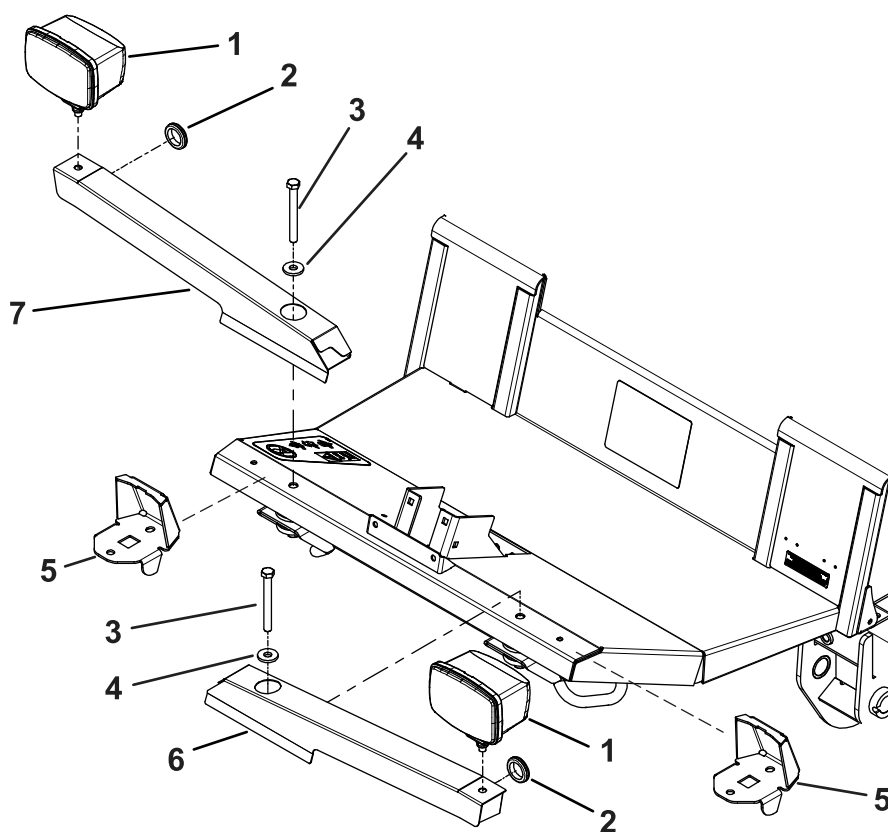

Bild 6
3. Entfernen Sie die Halterungen von den Scheinwerfern und entsorgen Sie die Halterungen (Bild 6).
4. Montieren Sie die linke und rechte Scheinwerferhalterung mit den zuvor entfernten Befestigungselementen an den vorhandenen Löchern an der Vorderseite der Bedienerplattform (Bild 6).
5. Montieren Sie die Scheinwerfer mit den vorhandenen Befestigungselementen der Scheinwerferbaugruppe an den linken und rechten Scheinwerferhalterungen (Bild 6).
6. Montieren Sie die Tüllen an den Scheinwerferhalterungen (Bild 6).